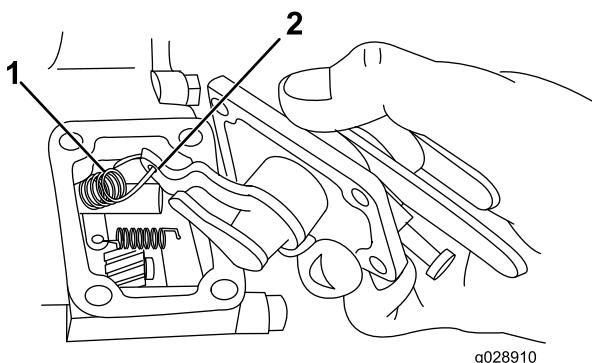

図 10
2. 速度コントロールプレートをある程度引き出して、ガバナスプリングをガバナレバーから外せるようにする図10。
- 新しい速度コントロールプレートのガバナーバーに、ガバナスプリングを取り付ける 図 10 を参照。